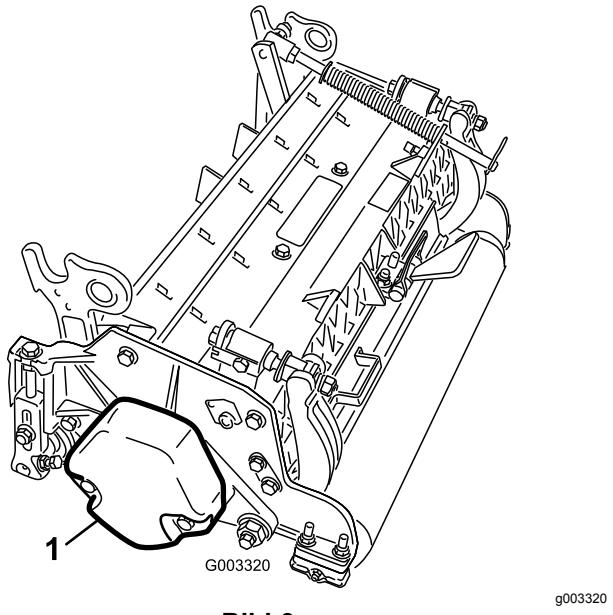

Bild 3
4. Stellen Sie sicher, dass der Gegenballast (Bild 3) am richtigen Ende jeder Schneideeinheit montiert ist, siehe die *Bedienungsanleitung* der Schneideeinheiten.